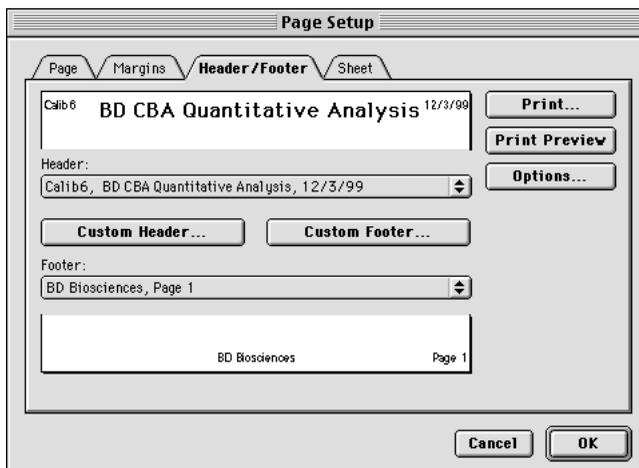

図2-16 Page Setup ダイアログボックス
- 2 Header/Footerタブをクリックして、設定オプションを表示します(43ページの図2-16)。
Report Header & Footer - 選択したレポート全部のヘッダーおよびフッターを変更するには、Enter a common header & footer...ラジオボタンをクリックします。該当欄を変更します。ここで加えた変更はすべて、Page Setupダイアログボックス( 43ページの図2-16 )に反映します。